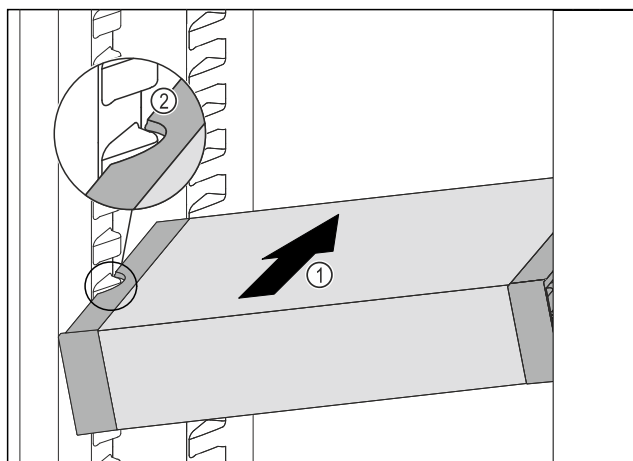

Fig. 78
- Predal VarioSafe potisnite v hladilnik poševno Fig. 78 (1), dokler nista stranska izreza Fig. 78 (2) predala VarioSafe na višini nastavka za posodo v hladilniku.